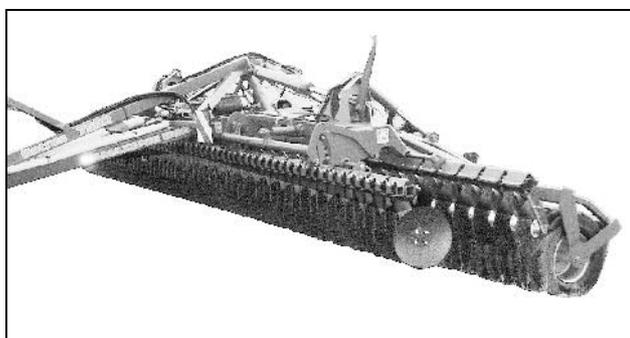

Fig. 40
- Subir hasta el tope ambas hileras de discos (Fig. 40).